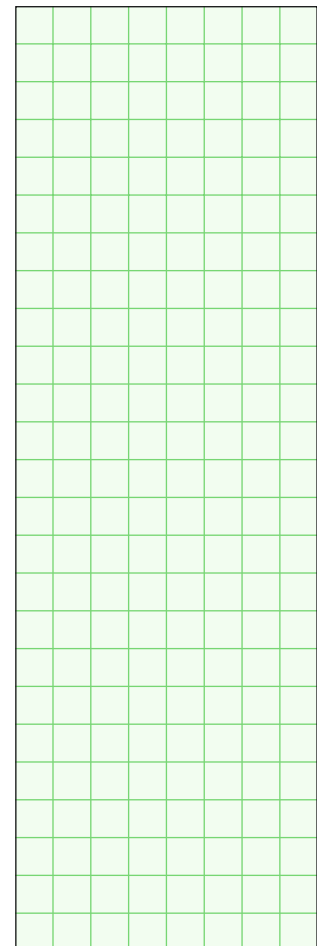

Bild 3: Widerstandsdreieck
- d) Zeichnen Sie das maßstabsgerechte Widerstandsdreieck (**Bild 3**) für das Vorschaltgerät.
- e) Lesen Sie aus dem gezeichneten Widerstandsdreieck (**Bild 3**) den Phasenverschiebungswinkel φ des Vorschaltgerätes ab.